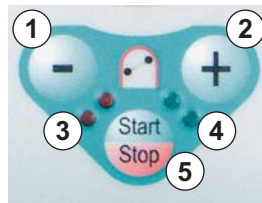

Abb. 2-9 Bedientasten der Blutpumpe
Die **--Taste** (Abb. 2-9, ①) und die **+-Taste** (②) verringern oder erhöhen die Förderrate der Blutpumpe.